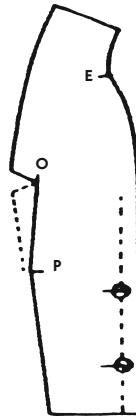

Рис. 594
- Переснимите подборт на имеющееся лекало (рис. 594), но уберите из него поверхность лацкана (от засечки О до точки Р).